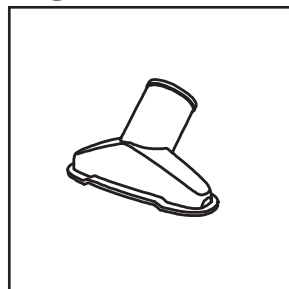

FIG 5
10. Asegúrese de que el contenedor de polvo esté bien asentado.(FIG 5)